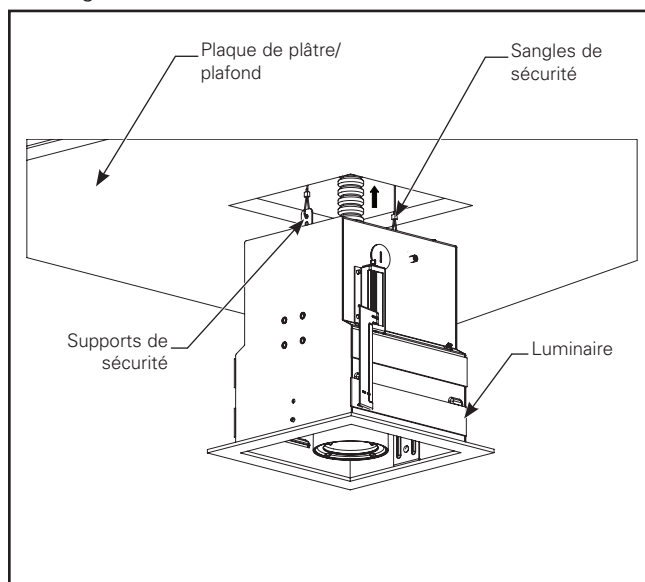

Figure 2.5.
- Introduisez les sangles de sécurité dans le support de sécurité en les nouant. Assurez-vous que les sangles sont bien tendues contre le plafond. Approchez le boîtier du luminaire du plafond/de la plaque de plâtre (Figure 2.5)